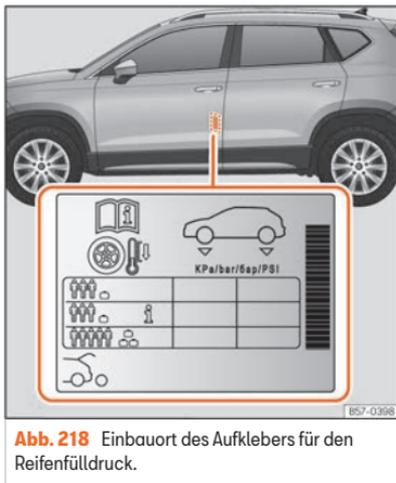

Abb. 218 Einbauort des Aufklebers für den Reifenfülldruck.
- Passen Sie bei größerer Zuladung den Reifendruck entsprechend an »» (Abb. 218).
Die Angaben zum Reifenfülldruck befinden sich auf dem Aufkleber an der Fahrertürsäule »» (Abb. 218).
Der Reifendruck muss der aktuellen Fahrzeugbelastung angepasst werden. Wenn das Fahrzeug voll beladen werden soll, muss der Reifenfülldruck entsprechend dem auf dem Reifenfülldruck-Aufkleber angegebenen maximalen Wert erhöht werden »» (Abb. 218).
Füllen Sie bei einem minimierten Notrad (125/70 R16 oder 125/70 R18) auf einen Druck von 4,2 bar, gemäß Angabe auf dem Aufkleber mit den Reifendruckwerten »» (Abb. 218).
Je nach Fahrzeug kann der Reifenfülldruck auf halbe Last eingestellt werden, um den Fahrkomfort zu verbessern (Reifenfülldruck **i** »» (Abb. 218)). Beim Fahren mit Komfort-Reifen kann sich der Kraftstoffverbrauch leicht erhöhen.
- Der Fahrer ist verantwortlich für den richtigen Reifenfülldruck an allen Reifen am Fahrzeug. Der empfohlene Reifenfülldruck befindet sich auf einem Aufkleber >>> **[Abb. 218]**.
- Immer den richtigen Reifenfülldruck am kalten Reifen einhalten, wie auf dem Aufkleber angegeben >>> **[Abb. 218]**.